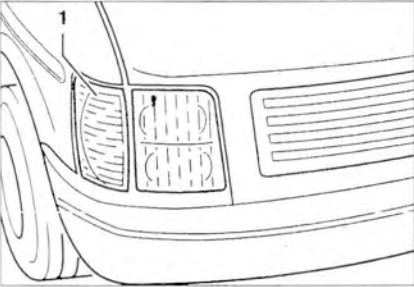

Рис. 9.34. Снимите указатель поворота 1.
1. Снимите указатель поворота 1 (рис. 9.34).